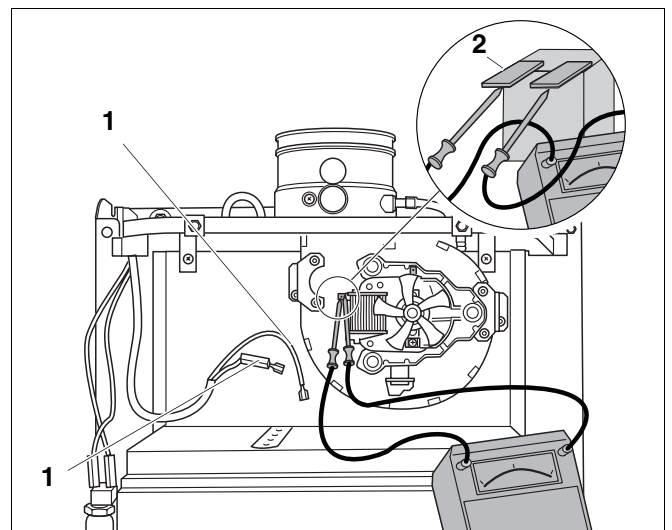

Fig. 10 Verificarea ventilatorului
- Se scoate ștecherul cablului (Fig. 10, Poz. 1) de la ventilator.
- Se măsoară rezistența la bornele ventilatorului (Fig. 10, Poz. 2). Dacă valoarea rezistenței este de cca. 50 Ohm, ventilatorul este în regulă.